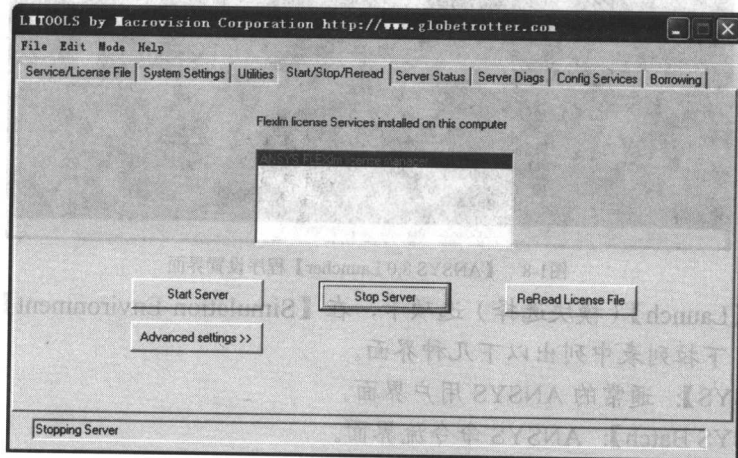
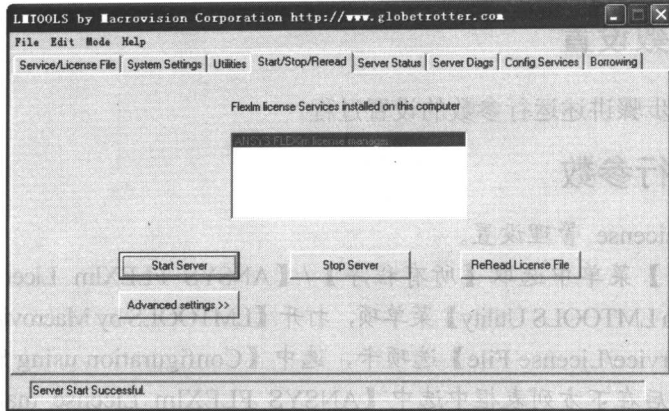

图1-6 【Start/Stop/Reread】选项卡中的“Stopping Server”提示
图1-7 【Start/Stop/Reread】选项卡中的“Server Start Successful”提示
- (3) 选中【Start/Stop/Reread】选项卡，单击  按钮，直到提示行出现“Stopping Server”为止，如图 1-6 所示。单击  按钮，直到提示行出现“Server Start Successful”为止，如图 1-7 所示。